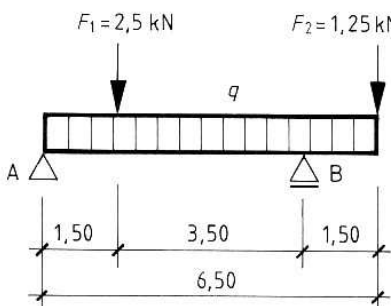

Bild 184/6: Kragträger mit Streckenlast und 2 Einzellasten
- 17 Die beiden Einzellasten  $F_1$  und  $F_2$  sowie die beiden Streckenlasten  $q_1$  und  $q_2$  wirken auf einen Träger mit beidseitigem Kragarm (**Bild 184/7**). Wie groß sind die Auflagerkräfte  $F_A$  und  $F_B$ ?